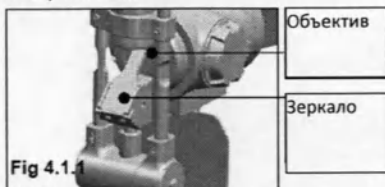

Рис. 4.1.1
**Очистка линз объективов и отражающего зеркала:** Если на линзах или зеркале накопилась пыль, сотрите её с помощью мягкой хлопчатобумажной ткани смоченной чистым спиртом (Рис. 4.1.1).